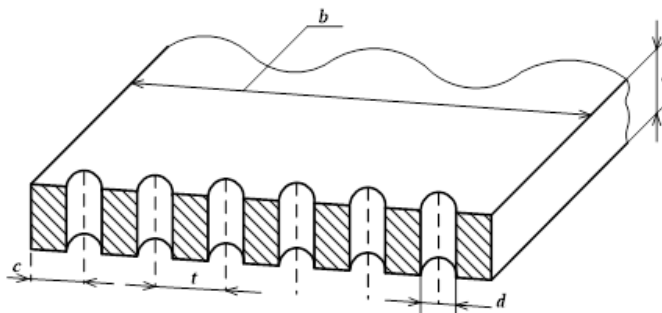

Рис. 3
3. Проверим прочность листов на растяжение. Проверяем тонкий лист. Отверстия под заклепки ослабляют сечение, рассчитываем площадь листа в месте, ослабленном отверстиями (рис. 3):